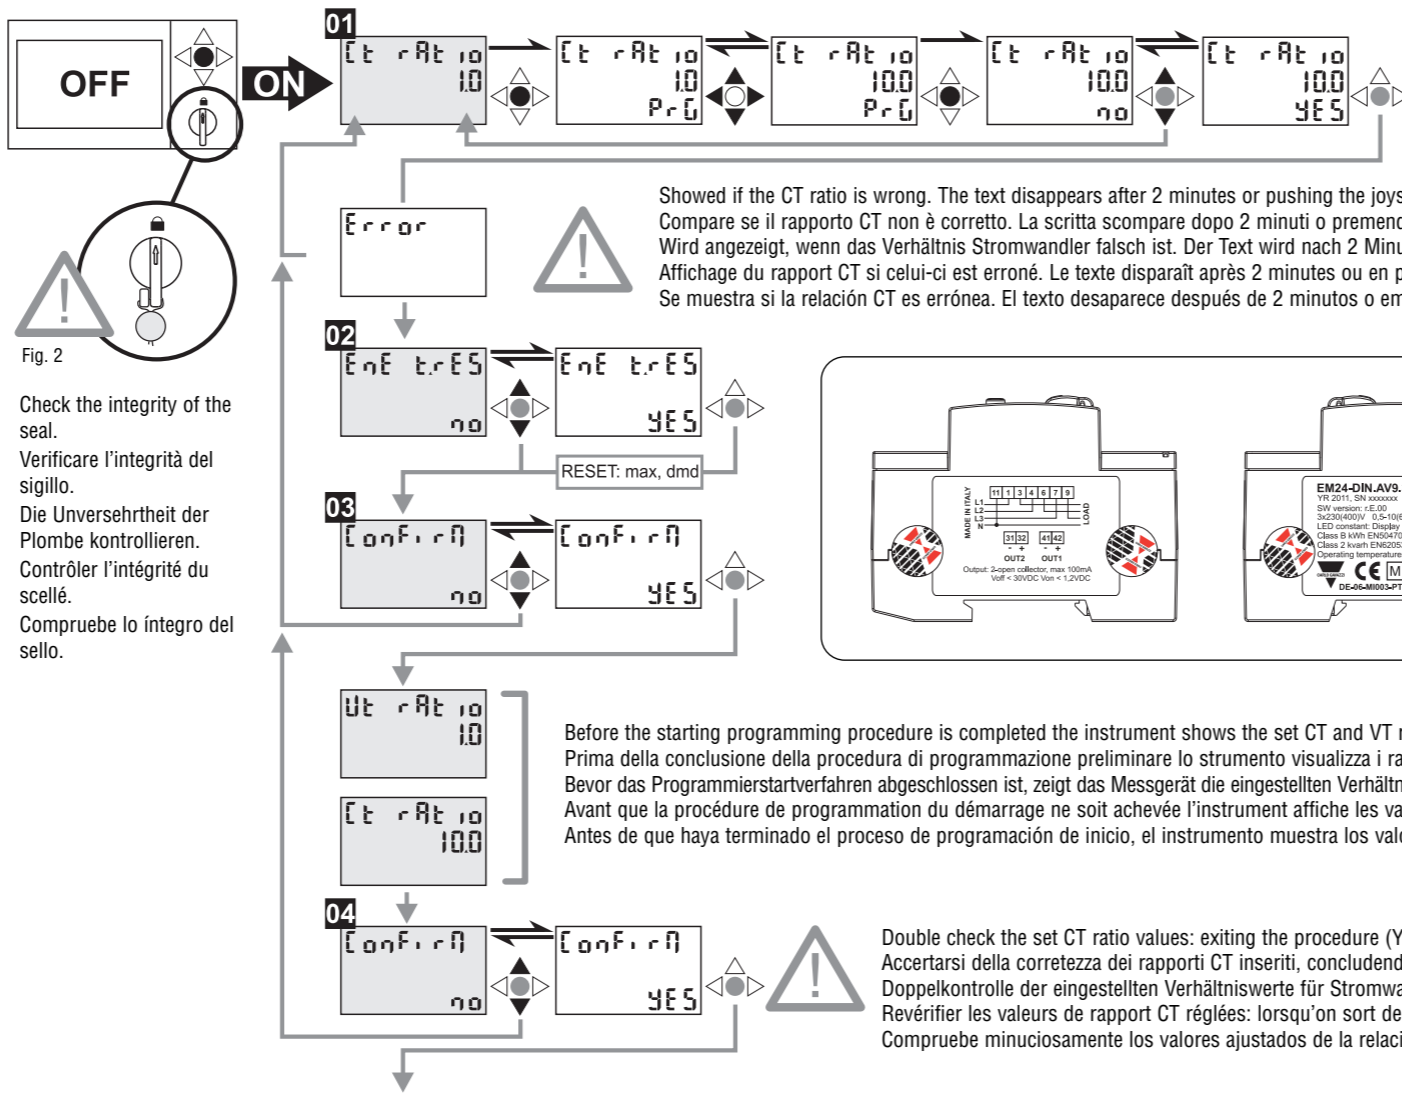

Fig. 2
The certified and sealed instrument needs a preliminary programming of the CT ratio relevant to the plant where the EM24 will be mounted. THIS SPECIFIC PROGRAMMING HAS TO BE DONE ONLY ONCE AT THE FIRST SWITCHING ON OF THE INSTRUMENT. At the end of this first programming procedure the CT ratio can be modified only by the certifying body with a complete restore of the instrument. **BEFORE SWITCHING ON THE INSTRUMENT AND PROCEEDING WITH THE "MID STARTING PROCEDURE", CHECK THE INTEGRITY OF THE SEALS AFFIXED BY THE CERTIFICATION BODY** (fig 2 and 3).
Lo strumento sigillato e certificato MID richiede come prima programmazione l'impostazione del rapporto TA dell'impianto al quale lo strumento sarà abbinato. QUESTA PROGRAMMAZIONE SI ESEGUE UNA SOLA VOLTA ALLA PRIMA ACCENSIONE DELLO STRUMENTO. Una volta conclusa questa procedura preliminare il valore CT non sarà più modificabile se non rompendo il sigillo con conseguente ripristino dello strumento dall'ente certificatore preposto. **PRIMA DI ACCENDERE LO STRUMENTO E PROCEDERE CON LA PROGRAMMAZIONE PRELIMINARE MID, VERIFICARE L'INTEGRITA' DEI SIGILLI APPOSTI DALL'ENTE PREPOSTO** (fig 2 e 3).
Das bescheinigte, plombierte Messgerät benötigt eine Vorprogrammierung des Verhältnisses Stromwandler bezüglich der Anlage, in der EM24 montiert wird. DIESE SPEZIFISCHE PROGRAMMIERUNG IST NUR EINMAL BEI ERSTEINSCHALTUNG DES MESSGERÄTS VORZUNEHMEN. Am Ende des ersten Programmierverfahrens kann das Verhältnis Stromwandler nur von der Zertifizierungsstelle durch ein komplettes Rückspeichern des Geräts geändert werden. **VOR DEM EINSCHALTEN UND FORTFAHREN MIT DER "MID STARTPROZEDUR", ÜBERPRÜFEN SIE DIE UNVERSEHRTHEIT DER VON DER ZERTIFIZIERUNGSSTELLE ANGEBRACHTEN PLOMBEN UND SIEGEL (ABB. 2 UND 3).**
L'instrument certifié et plombé a besoin d'une programmation préliminaire du rapport CT pertinente à l'équipement où l'EM24 sera monté. CETTE PROGRAMMATION SPÉCIFIQUE DOIT ÊTRE EFFECTUÉE UNE SEULE FOIS LORS DU PREMIER ALLUMAGE DE L'INSTRUMENT. Au terme de cette première procédure de programmation le rapport CT peut être modifié uniquement par l'organisme de certification avec une restauration complète de l'instrument. **AVANT D'ALLUMER L'INSTRUMENT ET DE PROCÉDER À LA "PROCÉDURE DE DÉMARRAGE MID", CONTRÔLER L'INTÉGRITÉ DES SCÉLLÉS APPOSÉS PAR L'ORGANISME DE CERTIFICATION** (fig 2 et 3).
ENTIDAD CERTIFICADORA (fig 2).
05 SELEctor: it allows selecting the measuring page (tab. 3) to be displayed according to the knob position (see fig.2); SELEC. 1 (2,3, LoC): it selects the knob position (1, 2, 3, LoC); PA.1 (31): it selects the page number to be displayed (from No. 1 to 31 see TAB 3).
05 SELEctor: seleziona la pagina di misura (TAB 3) da associare alla posizione del selettore frontale (fig. 2); SELEC. 1 (2, 3, LoC): seleziona la posizione del selettore (1, 2, 3, LoC); PA.1 (31): seleziona la pagina da visualizzare (da No. 1 a 31 vedere TAB 3).
05 SELEctor: sélection de la page de mesure à associer à la position du sélecteur frontal (fig. 2); SELEC. 1 (2, 3, LoC): sélectionne la position du sélecteur (1, 2, 3 ou ou ou); PA.1 (31): sélectionne le numéro de la page à afficher (de 1 à 31 voir TAB 3 au dos).